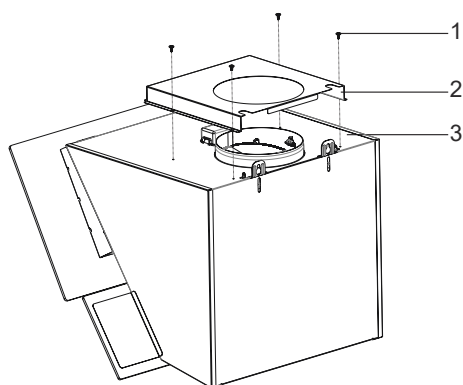

Fig. 7
■ Metallplattan ska skruvas fast med 4st 3,5x9,5 skruvar (Fig. 7).
- Montera nu skorstenarna på punkterna (Fig. 7).